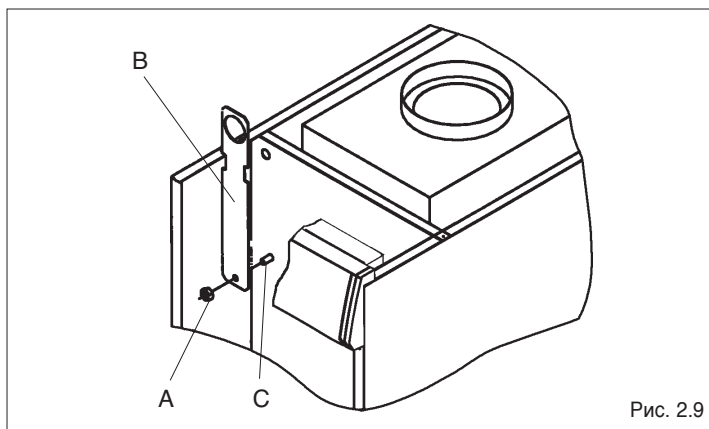

Рис. 2.9
- отвинтите гайку А верхнего переднего болта (Рис. 2.9);